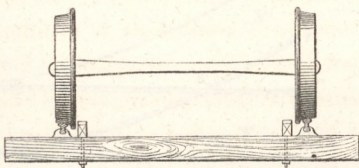

Fig. 179.
**Contre-rails.** — On ne pose pas de contre-rails à l'emplacement des passages à niveau seulement. On en posait anciennement sur toutes les parties du chemin où les déraillements paraissent le plus à redouter, ou dans celles où ils pourraient avoir les plus graves conséquences. Les contre-rails se composent alors de longerons en bois plus élevés que les rails et ont pour but d'empêcher les waggons de quitter la voie. La distance de ces longerons (figure 179) au rail est de 75 millimètres. Le contre-rail s'oppose à ce que le